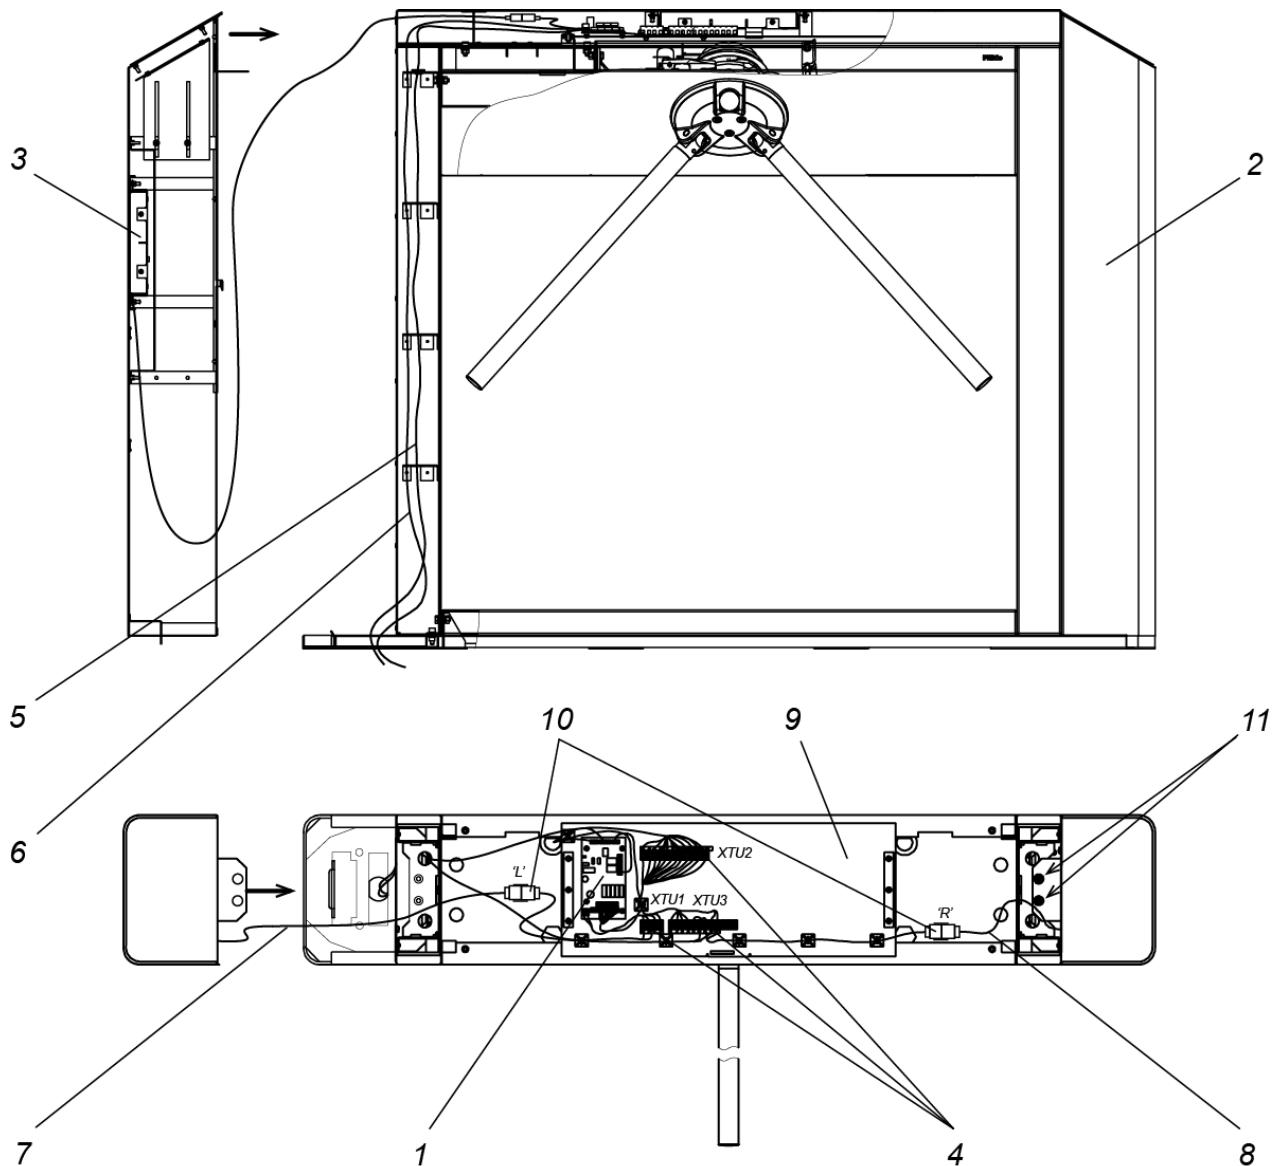

Рисунок 16. Схема прокладки кабелей в стойке турникета
3. При необходимости прокладки кабелей под поверхностью пола подготовьте в полу кабельный канал, подходящий к зоне ввода этих кабелей в стойку турникета. Прокладка кабелей внутри стойки показана на рис. 16.
- зафиксируйте боковой модуль при помощи двух винтов M5×12 с двумя шайбами каждый – пружинной и плоской увеличенной (см. позицию 11 на рис. 16), винты и шайбы входят в комплект поставки основной стойки турникета;
- присоедините разъем кабеля индикации от бокового модуля к соответствующему (правому «R» или левому «L») разъему кабеля индикации от основной стойки (10 на рис.16).
17. Установите на место основную крышку турникета (2), см. разд. 6.